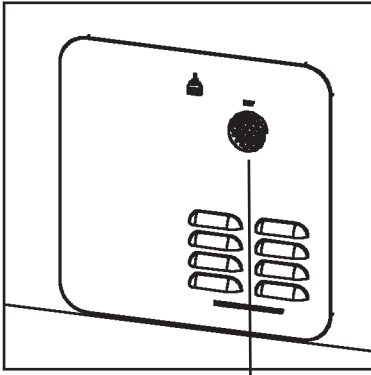

Figure 6 Insérer le tuyau d'échappement dans l'ouverture de la porte.
2. Le tuyau d'échappement sort sur le devant de la porte par un orifice de dégagement, MAIS ne dépasse pas la face de la porte. S'assurer que le tuyau d'échappement est bien placé. Voir Figure 6